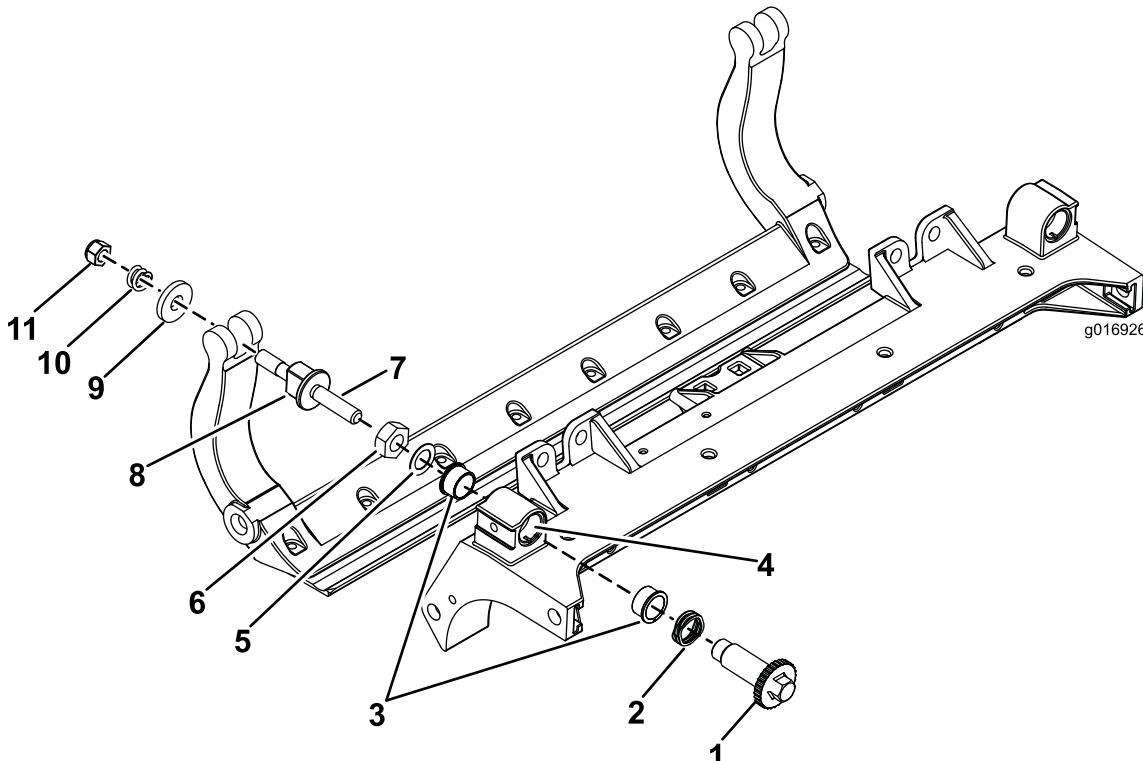

図 34
- 全部のパーツを取り外すHD DPA キットモデル 120-7230の取り付け要領書および図 34を参照。
- カッティングユニットのセンターフレームのブッシュ挿入場所にネバーシーズを塗布する図 34。
- フランジブッシュのキーとフレームのキー溝を揃えて、ブッシュを挿入する図 34。
- アジャスタシャフトにウェーブワッシャを通して、アジャスタシャフトをカッティングユニットのフレームのフランジブッシュに通す図 34。
- 平ワッシャとロックナットでアジャスタシャフトを固定する図 34。ホイールナットを 20-27 N·m 15-20 ft-lb=0.17-0.23 kg·m にトルク締めする。
- その外側からスチール製ワッシャを取り付ける図 34。
- 各ベッドバーアジャスタ・アセンブリを締め付けて圧縮スプリングを完全に圧縮し、そこから 1/2 回転だけ戻す図 34。